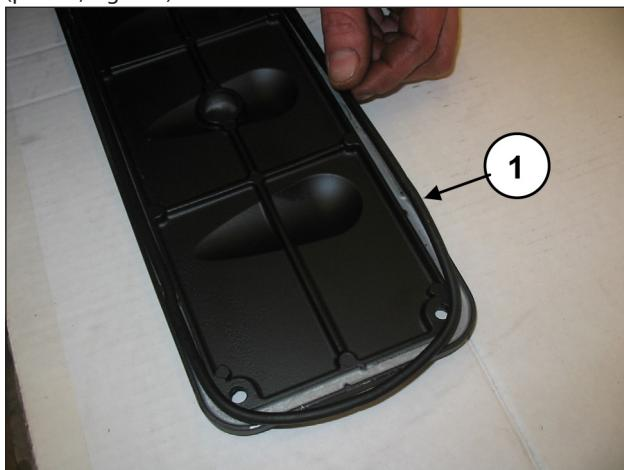
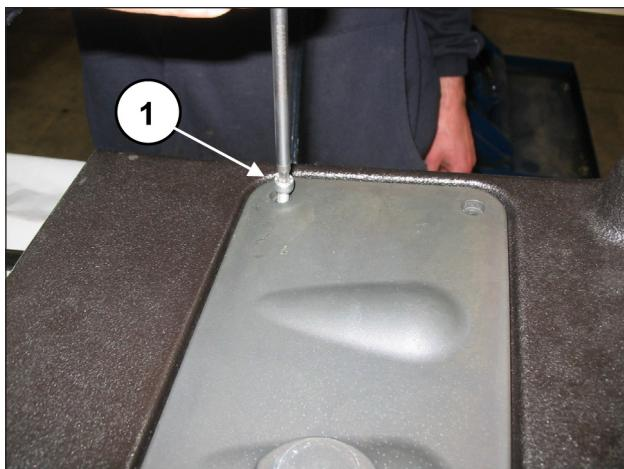

Fig. 163
Fig. 164
En las tapas de inspección, introducir la junta tórica (pos. ①, Fig. 163) y montar las tapas utilizando 4+4 tornillos M6x14 (pos. ①, Fig. 164).